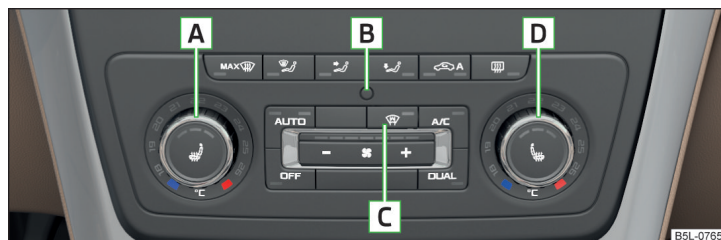

Fig. 113 Éléments de commande du Climatronic
Fonctions de chaque organe de commande » fig. 113
La température **pour les deux côtés** peut être réglée en tournant le commutateur rotatif  » fig. 113 (le voyant de la touche **DUAL** ne s'allume pas).
- Ne rien coller sur le capteur de la température dans l'habitacle  » fig. 113 et ne pas le recouvrir, comme ceci pourrait altérer le fonctionnement du Climatronic.